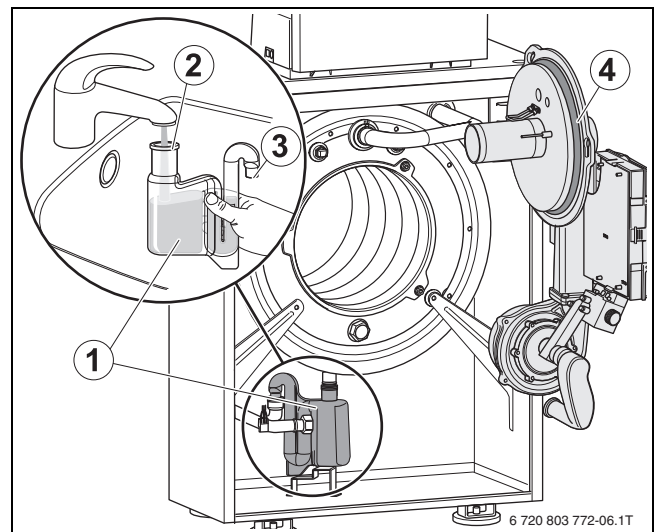

Fig. 57 Limpieza del sifón
- Antes de montar el quemador, comprobar que el anillo tórico (→ fig. 57, [4]) esté bien colocado y corregir si es necesario.